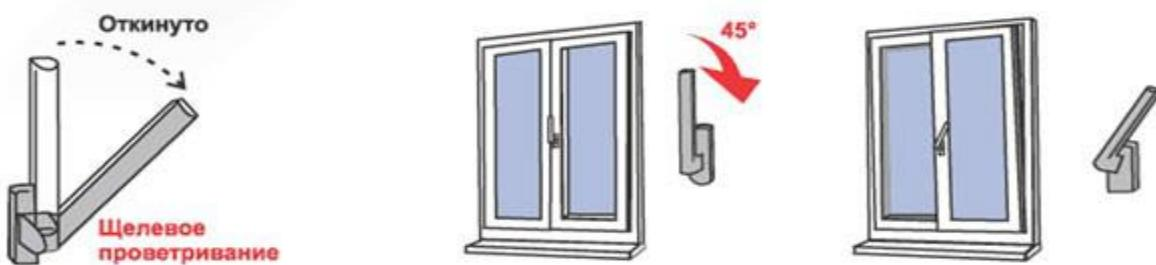

Рис. 3
4) Для перевода створки в положение **«Проветривание»** ручку поворачивают из положения **«Откинуто»** в положение **«Проветривание»** на 45 градусов (см. Рис. 3). При этом створка окна (после небольшого поворота относительно нижней горизонтальной оси)